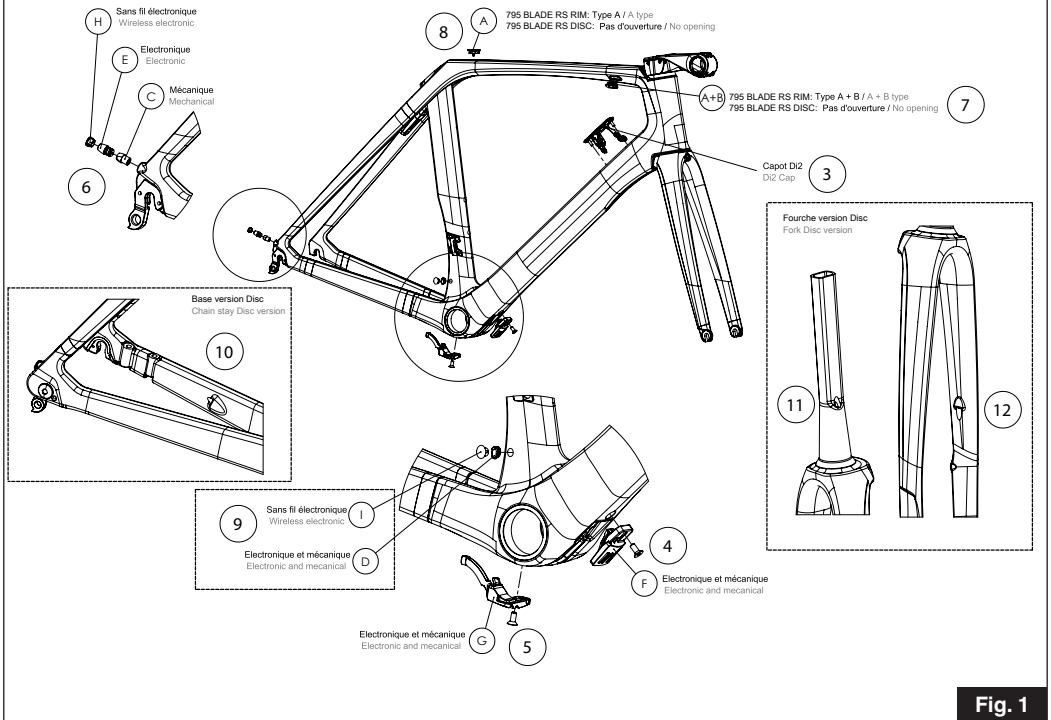

Fig. 1
2 / Prendere due guaine del deragliatore di 110 cm di lunghezza, passare una guaina nell'ingresso 2 (fig. 2) e l'altra nell'ingresso 1 (fig. 2). Estrarre le guaine dall'apertura 4 (fig. 1), posizionare sull'estremità di ciascuna guaina lato movimento centrale un attacco per guaina.
3 / Prendere due guaine del deragliatore di 110 cm di lunghezza, passare la guaina del deragliatore anteriore nell'ingresso 2 (fig. 2) e la guaina del deragliatore posteriore nell'ingresso 1 (Fig.2). Passare le guaine nella lamiera di supporto in base alla propria configurazione (Fig. 3-4-5-6). Far uscire le guaine attraverso l'apertura 4 (fig. 1). Infilare le due guaine in schiuma (tubo in schiuma lungo) su ognuna delle guaine del deragliatore nell'uscita 4, a circa 7cm dalla sua estremità inferiore e applicare il nastro adesivo.
7 / Per lo smistamento idraulico, passare il tubo del freno anteriore nell'apertura 2 (Fig.2) quindi nell'ingresso 11 (Fig.1) infine farlo uscire alla diramazione 12 (Fig. 1), se la pinza del freno è pre smistata con il tubo, passare attraverso il foro sulla diramazione 12 (Fig.1) e farlo uscire dall'apertura del perno della forcella 11 (Fig.1) quindi passare attraverso l'ingresso 2 (Fig.2). Importante: prima dei seguenti passaggi, è necessario montare il manubrio ADH2 (consigliato) o un altro manubrio con diametro di 31,8 mm e l'attacco AERO DESIGN STEM (ADS). Seguire le relative istruzioni.
8 / Posizionare il cavo del deragliatore posteriore dopo la leva ed estrarlo dall'uscita 6 (fig. 1) infilare sul cavo la guaina (C) e il rivestimento.
9 / Ritagliare il rivestimento dell'uscita 9 (fig. 1) a circa 5cm.
10 / Posizionare il cavo del deragliatore anteriore dopo la leva ed estrarlo dall'uscita 9 (fig. 1) poi installare il passa rivestimento / filo uscita angolo (D).
7 / Per lo smistamento idraulico, passare il tubo del freno anteriore nell'apertura 2 (Fig.2) quindi nell'ingresso 11 (Fig.1) infine farlo uscire alla diramazione 12 (Fig. 1), se la pinza del freno è pre
smistata con il tubo, passare attraverso il foro sulla diramazione 12 (Fig.1) e farlo uscire dall'apertura del perno della forcella 11 (Fig.1) quindi passare attraverso l'ingresso 2 (Fig.2).
8 / Posizionare il passafilo elettrico (E) nell'ingresso 6 (Fig.1).
9 / Posizionare il filo elettrico del deragliatore anteriore e farlo uscire dall'uscita 9 (Fig.1), poi installare il passa rivestimento / filo elettrico uscita angolo (D).